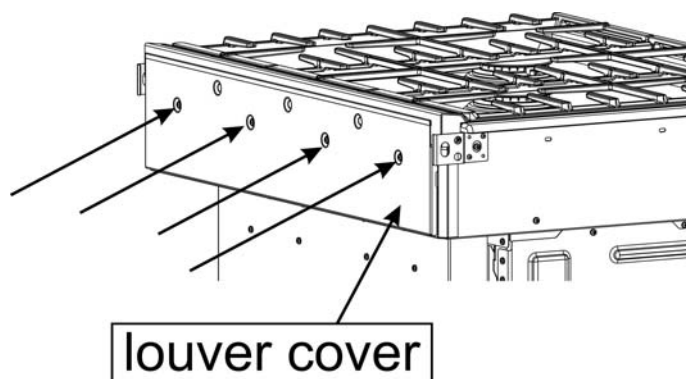

Figure 1 : Emplacements des vis de la grille d'aération arrière
Procédure pour une cuisinière intégrée bi-combustible avec grille d'aération (voir Figure 1)
Peut-on faire glisser la cuisinière vers l'avant suffisamment pour pouvoir accéder aux vis arrière et latéraux de la grille d'aération et de la garniture arrière (voir Figure 1)?
2. Faites glisser la cuisinière suffisamment vers l'avant pour pouvoir accéder aux vis de montage de la grille d'aération arrière. Voir Figure 1 : Emplacements des vis de la grille d'aération arrière.
3. Si votre cuisinière ne dispose pas d'une grille d'aération (voir Figure 1), allez à la procédure qui débute page 5.
4. Enlevez les quatre vis qui maintiennent la grille d'aération arrière en place (voir Figure 1). Conservez ces vis pour remettre la grille d'aération en place.
14. Placez la grille d'aération arrière dans les fentes correspondantes et fixez-la à l'aide de quatre vis (voir Figures 1 et 2).